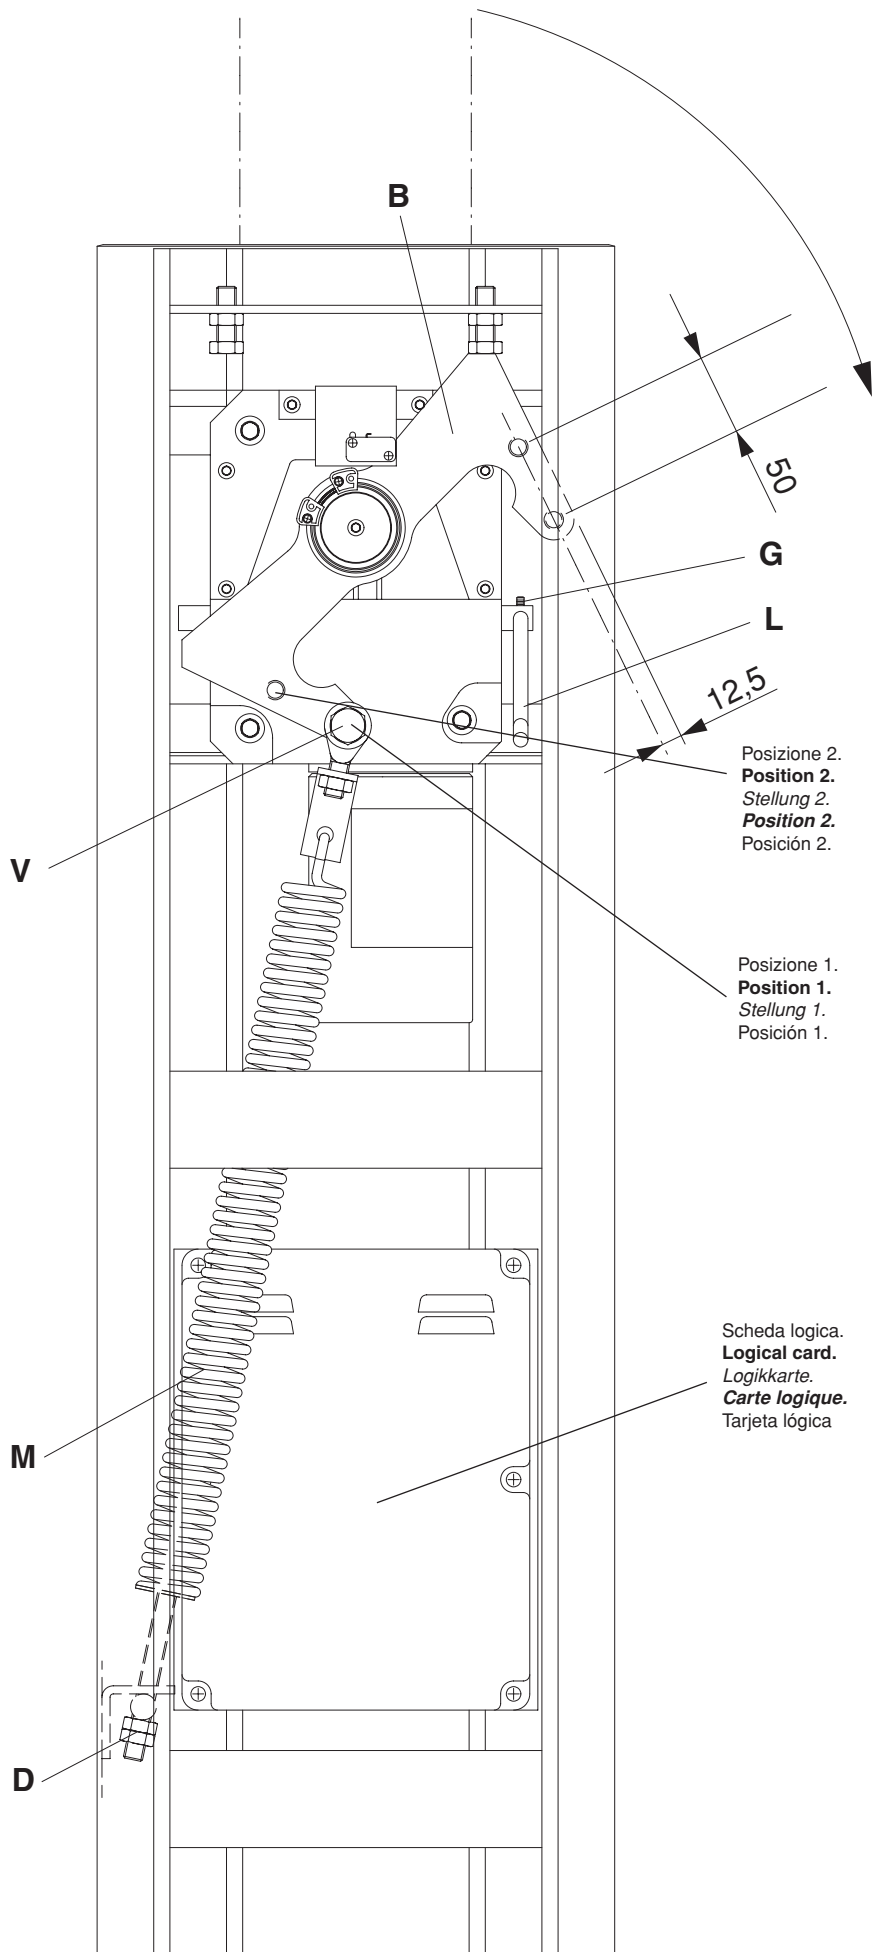
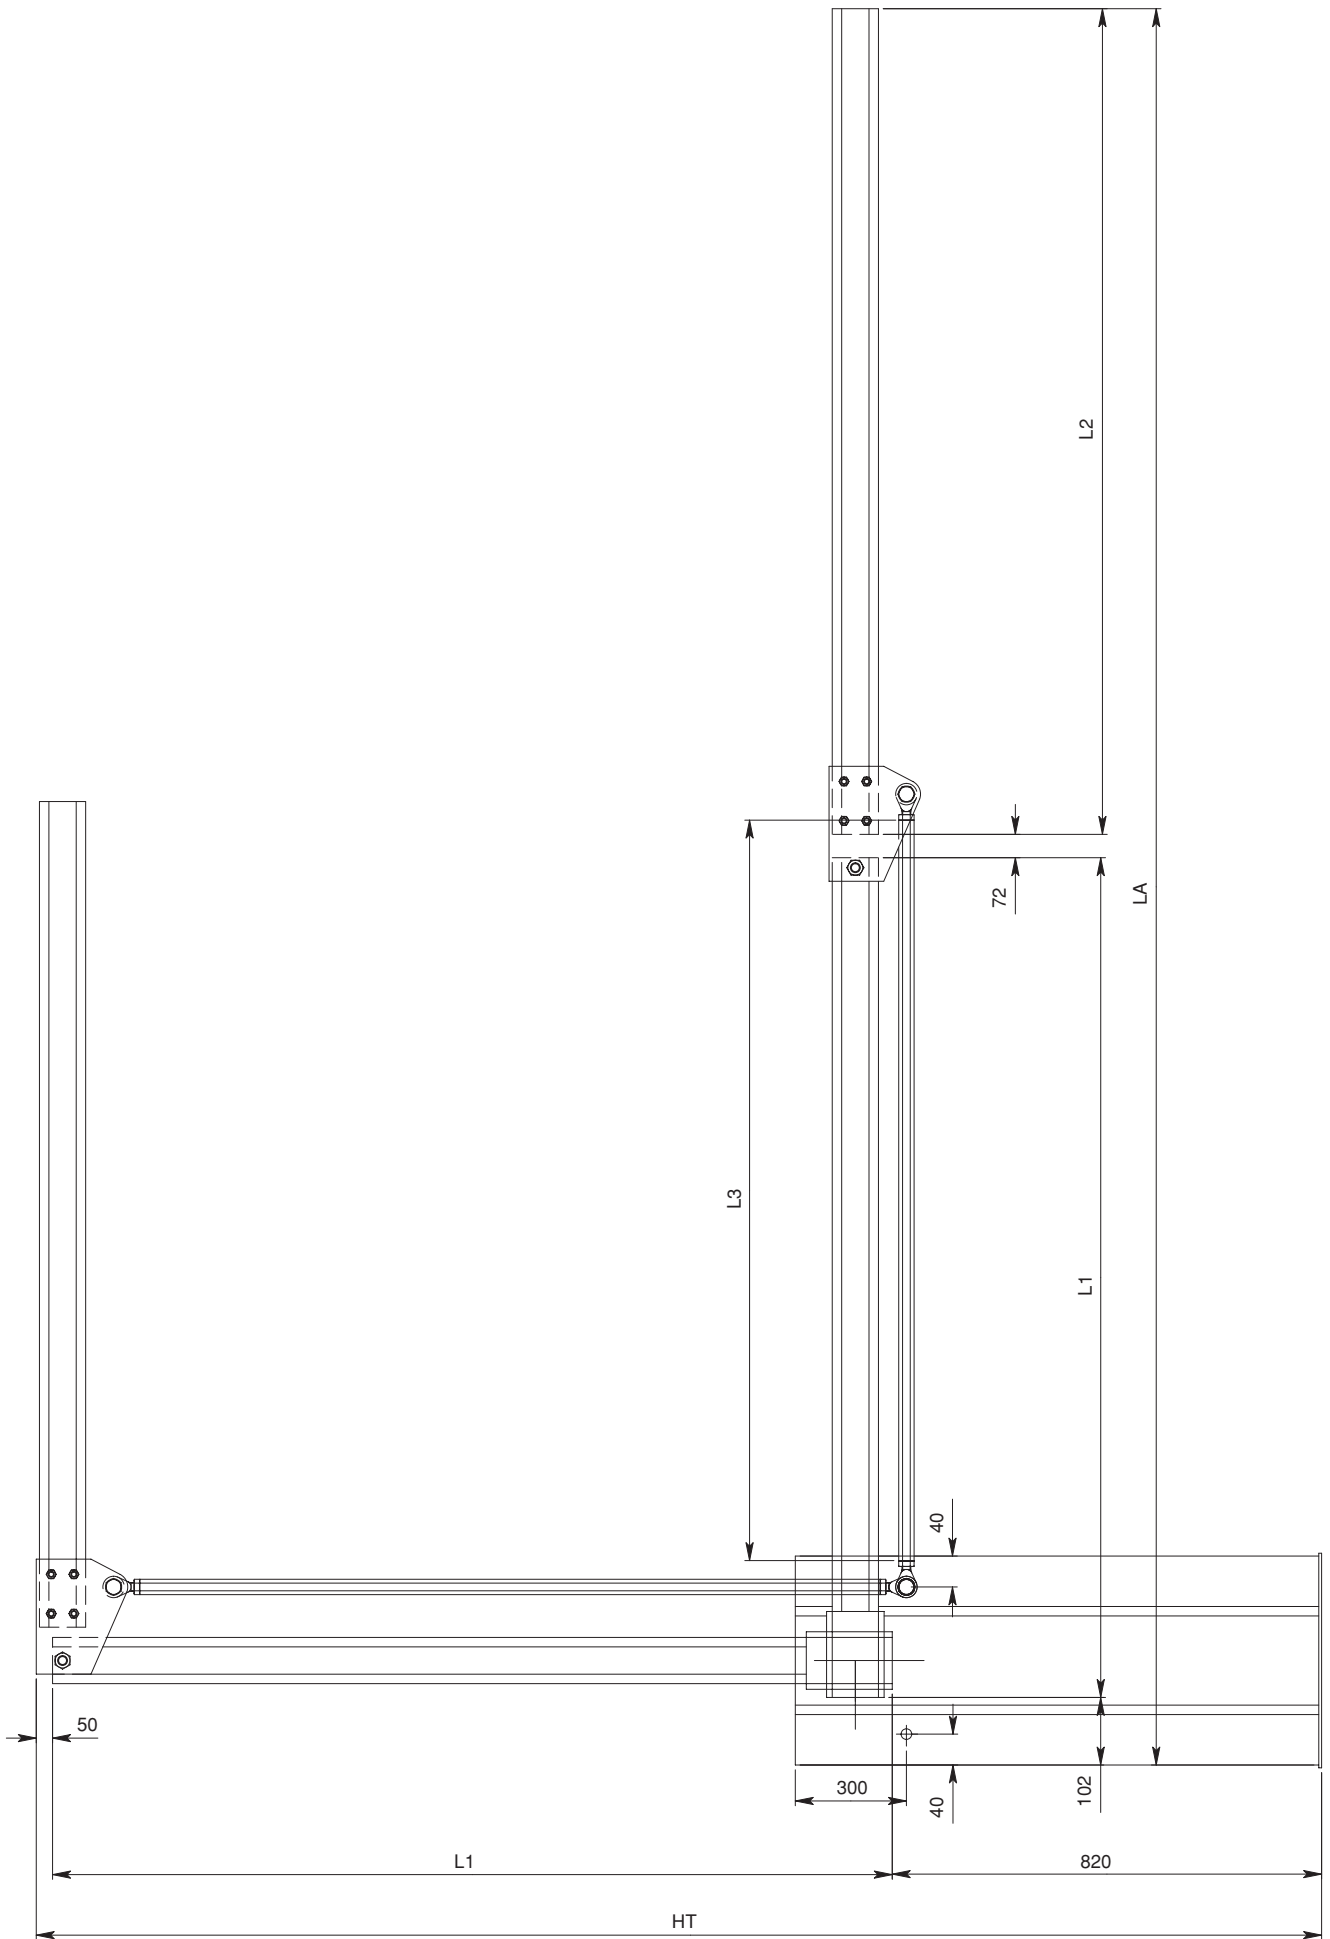

Fig.1
Fig.2
Praticare un foro M12 rispettando le quote di fig. 1 sulla leva "B" ed uno sul cassone come da fig. 2. N.B.: il foro deve essere praticato a sinistra sulle barriere destre e viceversa.
**Drill a hole M12 according to dimensions shown in fig. 1 on lever "B" and a hole on the casing as per fig. 2. P.N. The hole must be made on the left in the right-barriers and vice-versa.**
*Ein Loch M12 in den Hebel "B" und ein Loch in den Kasten laut Abb. 1 und 2 bohren; dabei die Maße in Abb. 1 beachten. Achtung: das Loch muß links auf rechts-schranken gebohrt werden und umgekehrt.*
**Faire un trou M12 en respectant les cotes indiquées à la fig. 1 sur le levier "B" et un autre trou sur le caisson de la manière illustrée à la fig. 2. NB: le trou doit être fait a gauche sur les barrières droites et vice versa.**
Taladrar un agujero M12 respectando las cotas de la fig. 1 sobre la palanca "B" y uno en el bastidor como mostrado en la fig. 2. NB: El agujero debe ser practicado a la izquierda sobre las barreras derechas y viceversa.
**Wykonać otwór M12 zgodnie z odległościami podanymi na Rys. 1 na dźwigni "B" i drugi na skrzyni tak, jak wskazane na Rys. 2. N.B.: otwór należy wykonać po lewej stronie na barierach prawych i odwrotnie.**
N.B.: Per un buon funzionamento della barriera VE.500 è necessario, all'atto del montaggio del kit VE.SN500, spostare la molla dalla posizione 1 alla posizione 2 della piastra (vedi fig. 1).
P.N. For a good VE.500 gate operation it is necessary, when assembling the VE.SN500 kit, to move the spring from position 1 to position 2 of the plate (see fig. 1).
*Damit die Sperre VE.500 gut arbeitet, muß bei der Anbringung des Satzes VE.SN500 die Feder aus Stellung 1 in Stellung 2 (Platte) gebracht werden - siehe Abb. 1.*
*N.B. : Pour un bon fonctionnement de la barrière VE.500, il est nécessaire lors du montage du kit VE.SN500 de déplacer le ressort de la pos. 1 à la pos. 2 de la plaque (voir Fig. 1).*
NOTA: Para un buen funcionamiento de la barrera VE.500 es necesario, en el caso del montaje del set VE.SN500, pasar al muelle de la posición 1 a la posición 2 de la placa (véase fig. 1).
N.B.: W celu zapewnienia prawidłowego działania bariery VE.500 konieczne jest w momencie montażu zestawu VE.SN500 przełożenie sprężyny z pozycji 1 na pozycję 2 płyty (zobacz Rys. 1).
facendo riferimento alla fig. 2.
- Forare e filettare M12 il cassone secondo le quote di Fig.2 a seconda della versione Dx o Sx.
and referring to fig. 2.
- The casing should be drilled and threaded M12 according to figures shown in Fig. 2 and taking in to account whether the model features a right or left fitting.
- Löcher in den Kasten entsprechend den Maßen in Abb. 2 bohren und die Gewinde schneiden (M12) je nach dem ob es sich um die rechte oder linke Ausführung handelt.
en vous référant à la Fig. 2.
- Percez et filetez M12 le caisson suivant les cotes de la Fig.1 selon la version Dx ou Sx.
haciendo referencia con la fig. 2.
- Taladrar y roscar M12 la caja ajustándose a las cotas de la Fig.2 según la versión Derecha o Izquierda.